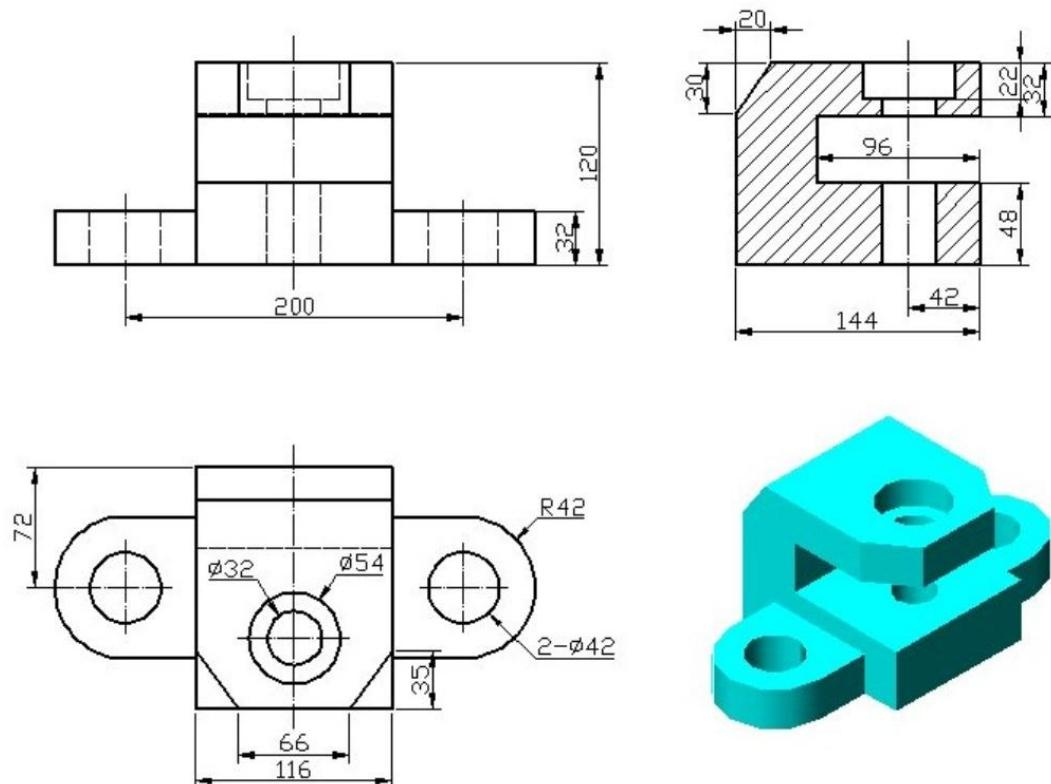

图 J1-2 三维零件 2
- ①在盘下建立考生文件夹，文件夹名称为“场次-工位号”，所有文件必须保存在考生文件夹中，否则记零分；
- ②文件名称为“J1-2”，保存在考生文件夹中；
- ③根据图 J1-2 所示尺寸完成三维建模；
- ④隐藏草图和创建的基准平面；
- ⑤考试过程中注意保存，考核结束时考试应立即停止操作，不得关闭电脑，离开考场。
(2) 实施条件